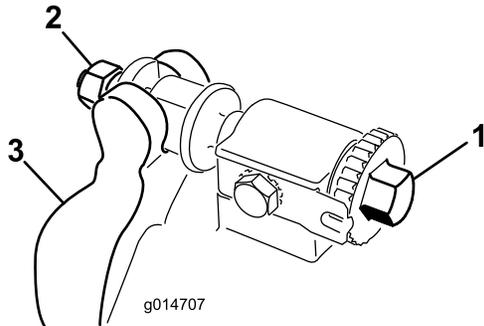

Bild 17
1. Drehen Sie die Einstellschraube des Untermesserträgers nach links, damit sich der Abstand zwischen Untermesser und Spindel vergrößert (Bild 17).